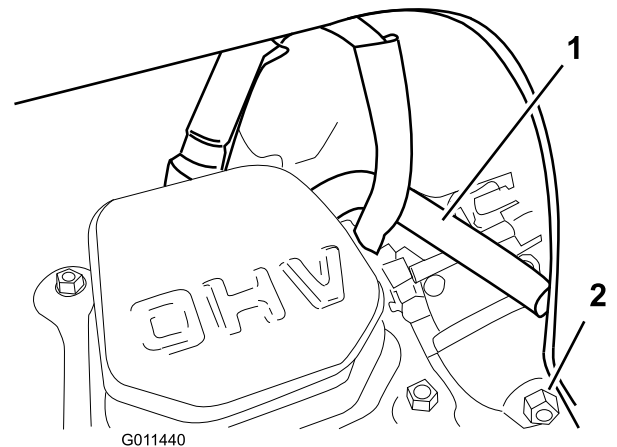

Figure 31
**Remarque:** Veillez à faire passer le tube de reniflard au-dessus du fil de la bougie, comme montré à la Figure 31.
6. Vidangez le carburateur par la vis de vidange (Figure 31) dans un bidon d'essence homologué.